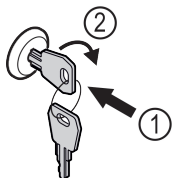

Fig. 46 例图
- 按入钥匙 Fig. 46 (1)。
- 将钥匙顺时针转动 90° Fig. 46 (2)。